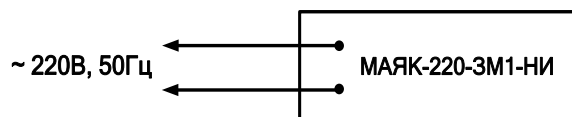

Рис. 1. Схема подключения
3.2. Подключение изделия должно производиться в соответствии со схемой (рис. 1) при отключенном напряжении питания.